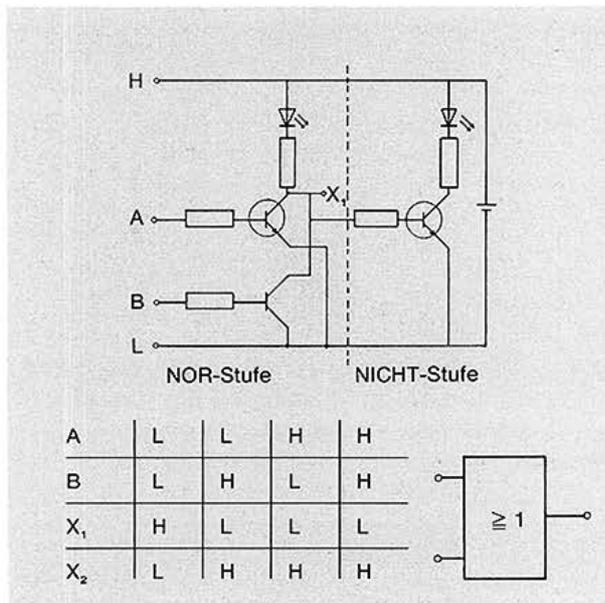

Abb. 2.5-28: ODER-Schaltung, Schaltzeichen und Schaltzustände
**Das ODER-Glied:** In der Schaltung (Abb. 2.5-28) sind die beiden Transistoren parallel geschaltet. Bereits dann, wenn eine der beiden Eingangswerte A oder B den Wert H hat, fließt ein Strom durch die erste Lampe. Der Punkt  $X_1$  ist dann auf dem Wert L und  $X_2$  auf H. Die Schaltung wird ODER-Glied genannt.